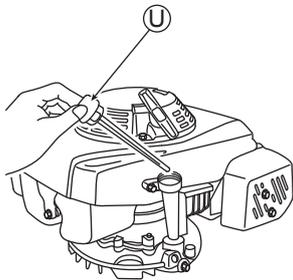

Fig. 6
1. Enlevez le bouchon du réservoir à huile (U), sortez l'indicateur de niveau d'huile, et insérez-le sans le visser. (Voir Fig. 6)
2. Enlevez le bouchon du réservoir à huile (U), et vérifiez que le niveau d'huile se trouve bien entre les limites supérieure et inférieure de l'indicateur de niveau d'huile.
4. Refermez bien le bouchon du réservoir à huile (U) après vérification.